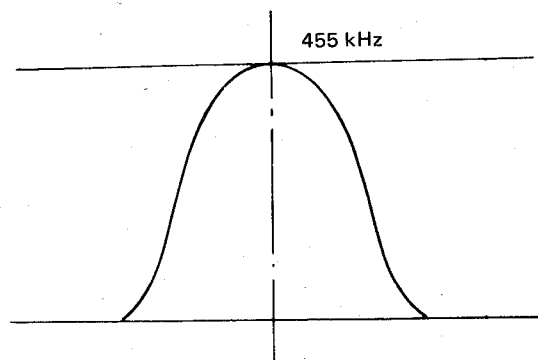

Abb. 6
- 5) Die Abtast-Ausgabe so weit wie möglich herunterschalten, so daß die Wellenform-Stufe von Abb. 6 erreicht wird.
- 6) Den TA02 TA04 einstellen, um eine in Abb. 6 gezeigte Wellenform zu erhalten. Die Einstellungen müssen so durchgeführt werden, daß die Einzel-Gipfel-Charakteristiken längsweise symmetrisch sind und die Sensitivität muß am höchsten sein.